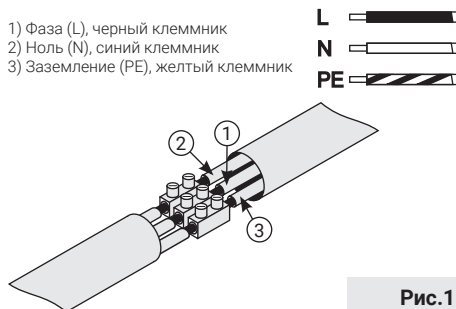

Рис.11
4.2.7. Провод заземления имеет желтый или желто-зеленый цвет и желтый клеммник (рис. 11 «3») фаза (L) - черный цвет и черный клеммник (рис. 11 «1»), ноль (N) - синий цвет и синий клеммник (рис. 11 «2»).